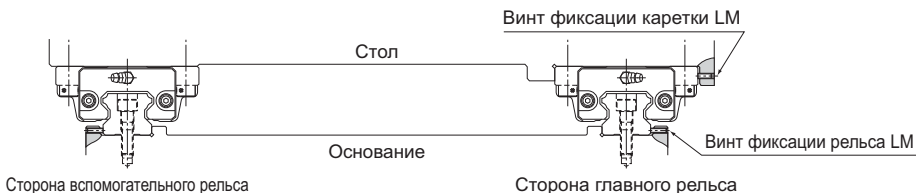

Рис.5 Если на станке имеется ударная нагрузка
(1) Осторожно поместите стол на каретки LM и временно закрепите его установочными болтами.
(2) Прижмите каретки LM со стороны главного рельса к боковой базовой поверхности стола при помощи фиксирующих болтов и установите стол на место. (См. Рис.5 на с. В1-91.)
(3) Полностью затяните установочные болты на главной и вспомогательной стороне. На этом установка завершена.